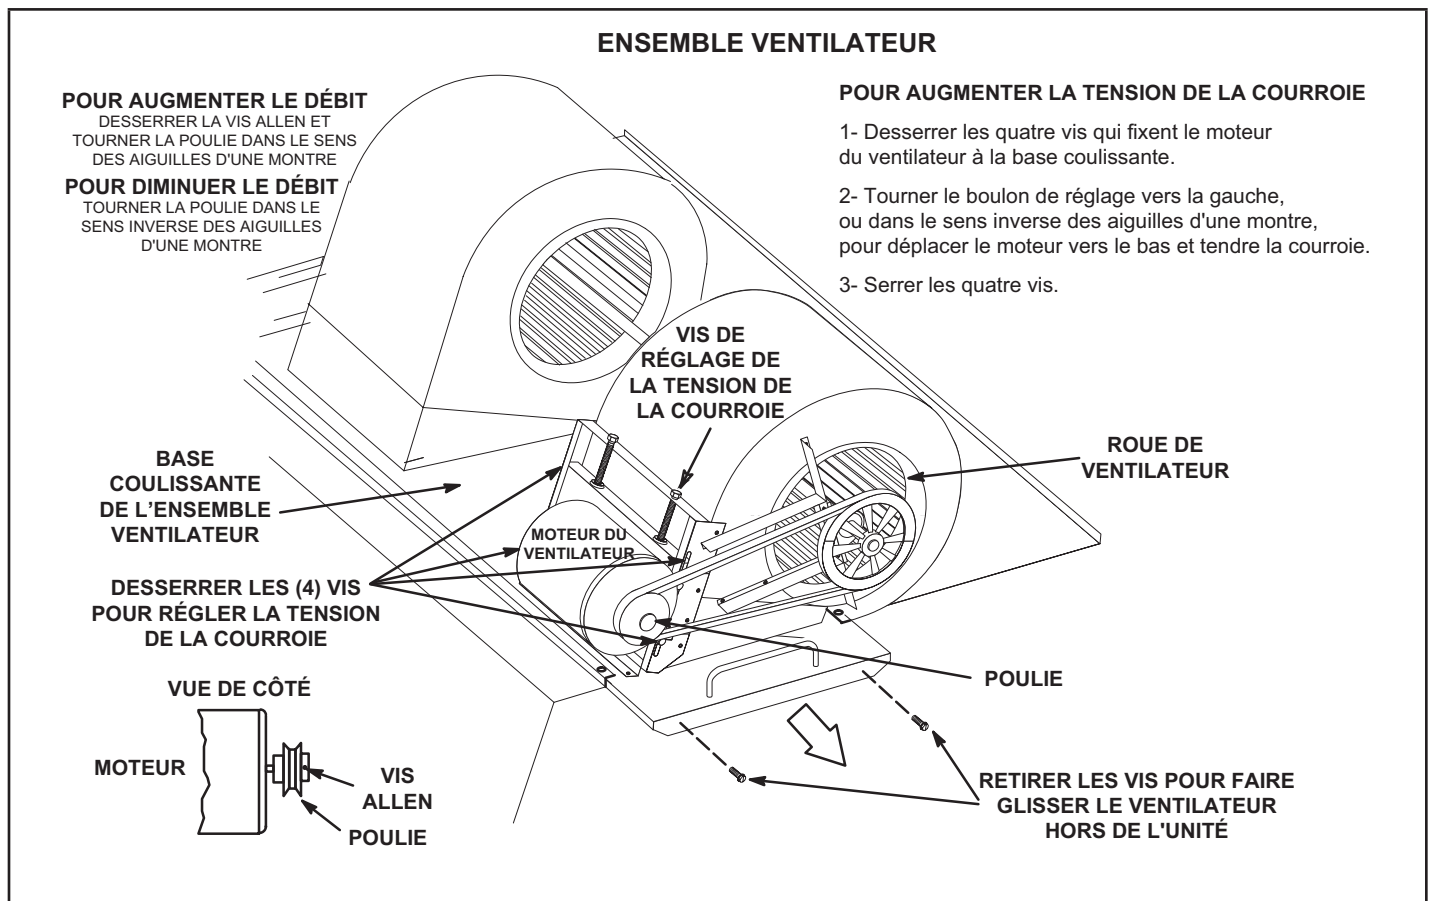

FIGURE 21
- 2 - Retirez les vis situées de chaque côté de la base coulissante de l'ensemble ventilateur. Reportez-vous à la FIGURE 21.
- 4 - La vitesse du ventilateur peut être réglée au niveau de la poulie du moteur. Desserrez la vis Allen et tournez la poulie réglable dans le sens des aiguilles d'une montre pour augmenter le débit. Tournez dans le sens inverse des aiguilles d'une montre pour diminuer le débit. Reportez-vous à la FIGURE 21. Ne dépassez pas les nombres minimum et maximum de tours de poulie indiqués au TABLEAU 5.
- 1 - Desserrez les quatre vis qui fixent le moteur du ventilateur à la base coulissante. Reportez-vous à la FIGURE 21.